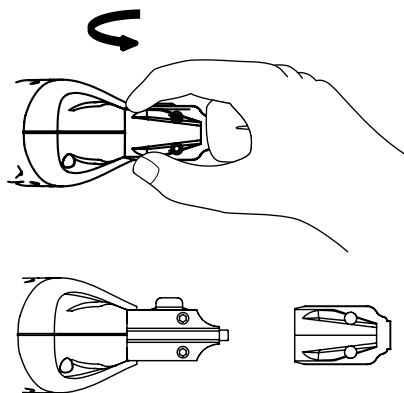

Fig. 7 – Retirando amortiguador de goma
1. Retire el amortiguador de goma (3), Fig. 7.